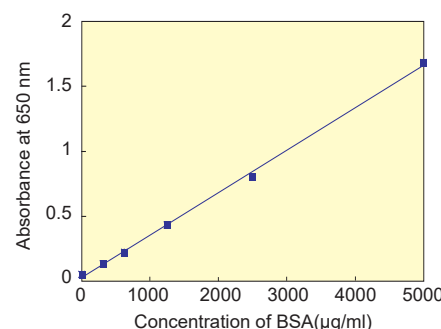

Fig.5 Standard BSA solution で作成した検量線の例 (セル法)
- 8) 横軸に BSA の濃度を取り、BSA 希釈溶液の吸光度から検量線を作成する (Fig.5)。